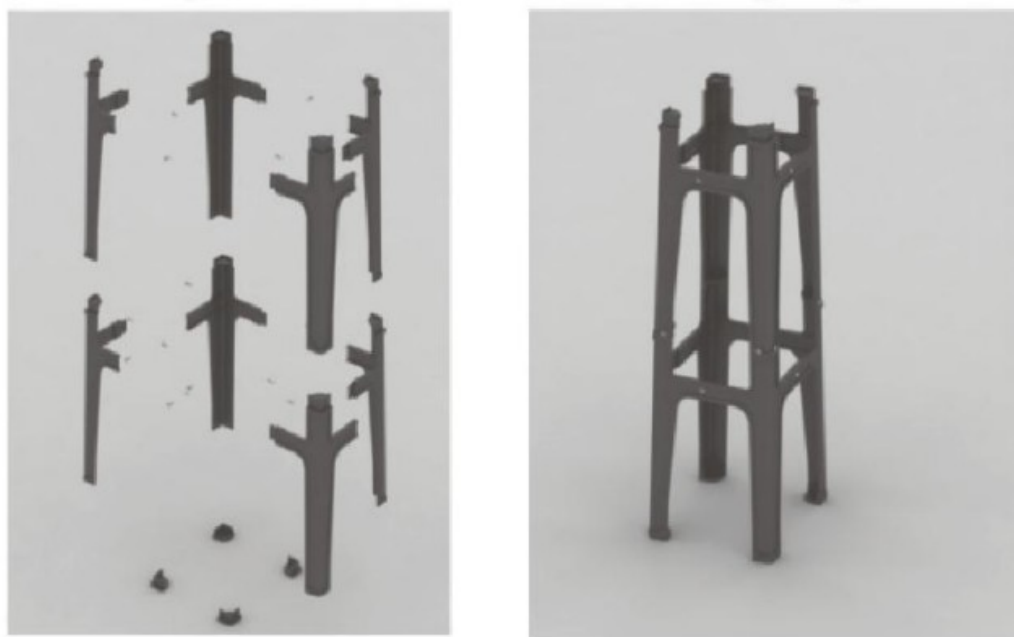

Рис.3 Сборка стойки
8.2 Монтаж стойки. Вынуть 8 шт. опор и винты, собрать стойку в соответствии с рис.3.